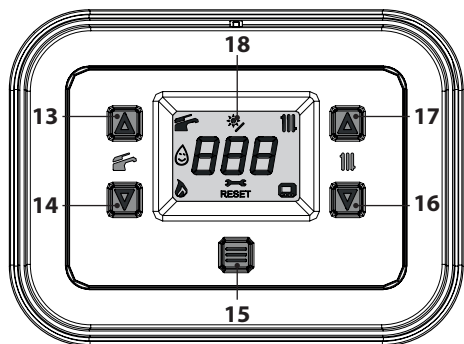
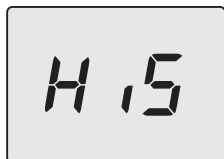

Figura 7.3
Figura 7.4
- Entrare in "modalità programmazione" premendo contemporaneamente per 5 secondi i tasti 14 e 16 (Figura 7.3) fino a far apparire sul display LCD le lettere **His** che indicano il menu "Storico delle caldaia" (Figura 7.4).